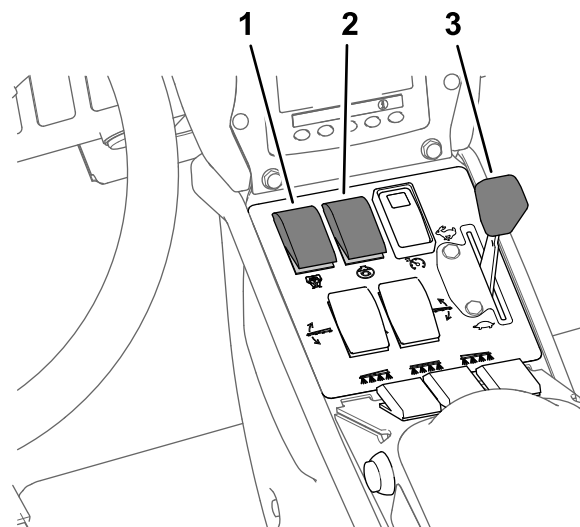

Figure 40
- Réglez la commande d'agitation et la commande de la pompe de pulvérisation en position ACTIVÉE (Figure 40).
- Placez la commande d'accélérateur en position HAUT RÉGIME (Figure 40).
Remarque: Cette procédure suppose que la pompe de pulvérisation est en marche ; voir Pulvérisation en mode débit d'application \(page 39\) sous Figure 40.
4. Réglez la commande d'accélérateur pour obtenir le régime moteur voulu pour pulvériser ; voir Figure 40 sous Pulvérisation en mode débit d'application \(page 39\).